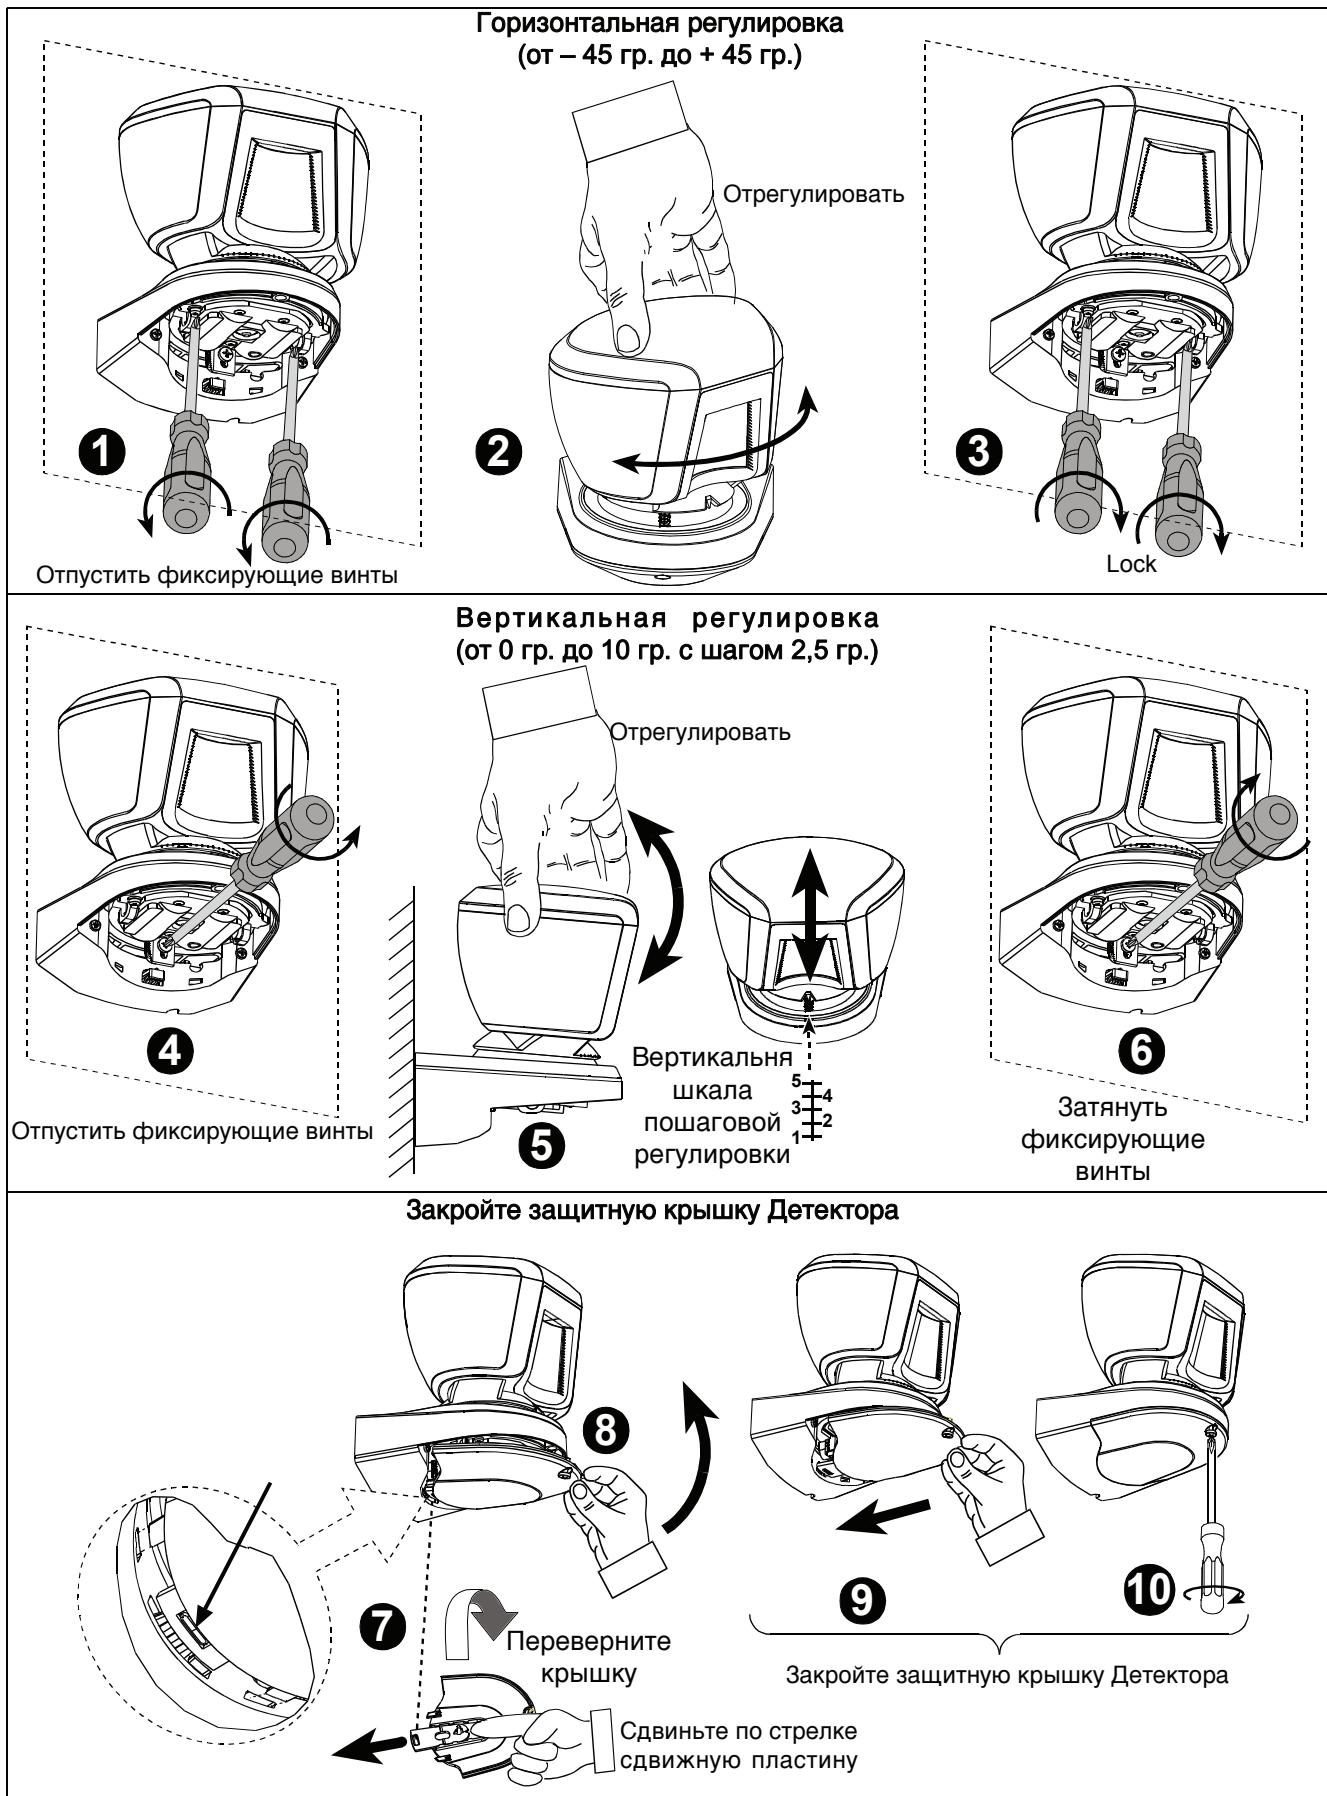

Рисунок 5 – Настройка и закрытие крышки
- Произведите горизонтальную и вертикальную настройки (см. рис. 5) расположения детектора относительно установочной поверхности, в зависимости от необходимой высоты установки детектора и необходимых границ зоны обнаружения. Правильность настройки проверяйте путем перемещения (в режиме теста) в зоне обнаружения детектора. Данные для настройки, в зависимости от высоты установки детектора, вы можете посмотреть в таблице 2.
3.6 Открытие/закрытие крышки детектора (см. рис.5, шаги 7-10)